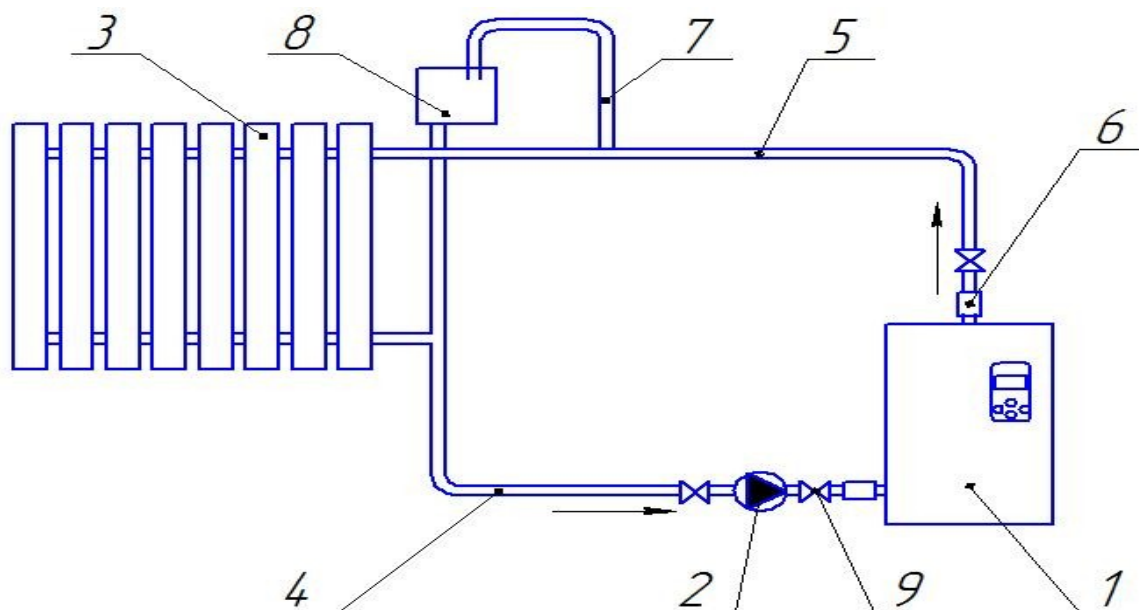
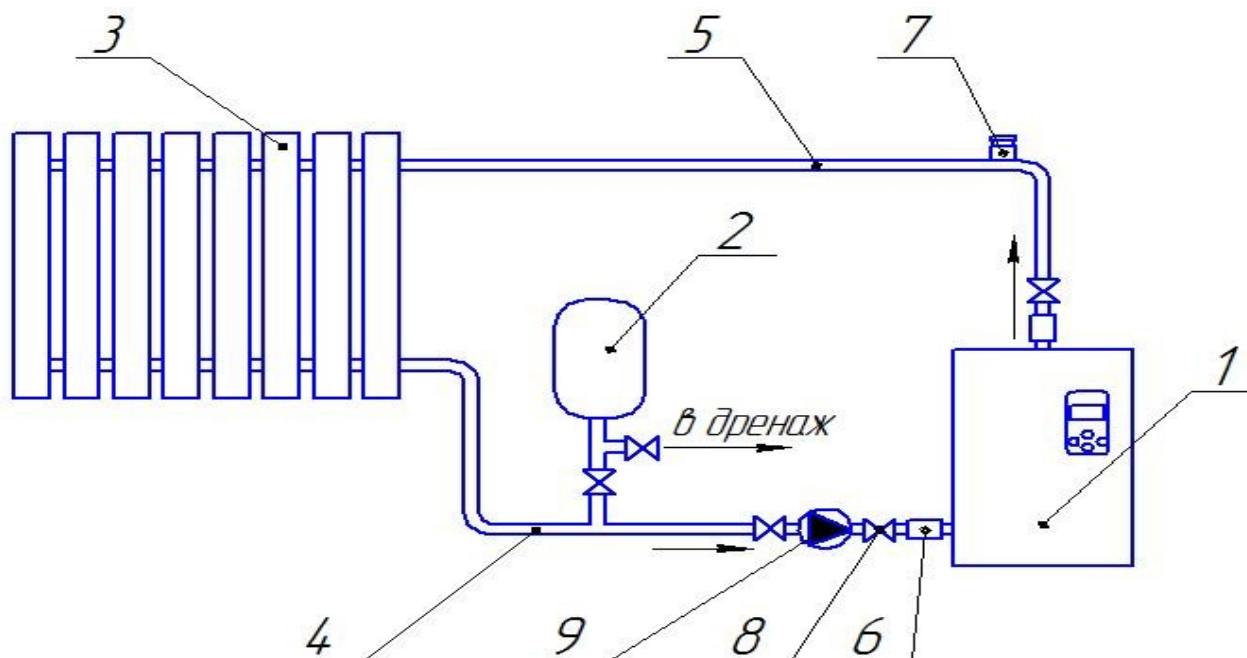

Рис.4 Упрощенная схема использования ЭВН-К в системе отопления (вариант 1)
Рис.5 Упрощенная схема использования ЭВН-К в системе отопления (вариант 2)
- Подключить ЭВН-К к системе отопления рис. 4.
5.7 В целях улучшения циркуляции теплоносителя систему отопления рекомендуется комплектовать циркуляционным насосом (рис.4). Параметры циркуляционного насоса подбираются таким образом, чтобы в течение часа через него
7.1 Монтаж отопительной системы производится согласно **СНиП РК 4.02-42-2006**. В качестве нагревательного прибора 3 (см. рис.4 и рис.5) рекомендуется использовать радиаторы.
7.2 Система отпления (рис.4) открытого типа. В такой системе необходимо предусмотреть:
7.3. Система отопления (рис.5) замкнутая, имеет расширительным бак с резиновой мембраной 2. Для такой системы необходимо учесть: